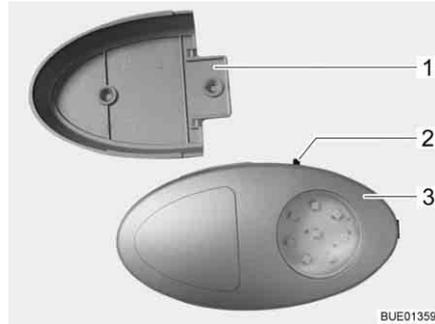

Fig. 44 Lámpara del armario ropero
- ▷ La lámpara del armario ropero puede ser extraída del soporte atornillado (Fig. 44,1) y ser usada como linterna.
El interruptor (Fig. 44,2) está instalado directamente en la lámpara del armario ropero (Fig. 44,3).